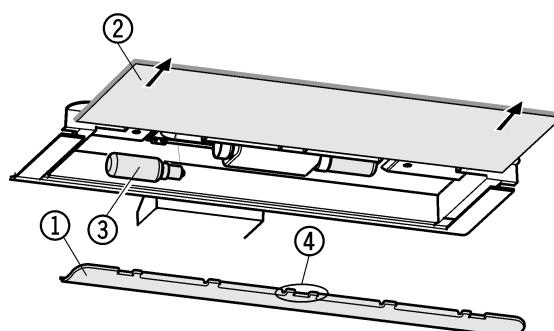

Fig. 14
- Снятие накладки Fig. 14 (1): сзади возьмитесь пальцем за накладку и снимите её с фиксатора.
- Извлеките стеклянную полку Fig. 14 (2).
- ▶ Лампу накаливания Fig. 14 (3) заменить.
- ▶ Установка накладки на место: защелкните справа и слева, следя за тем, чтобы средний крюк Fig. 14 (4) захватил стеклянную полку.